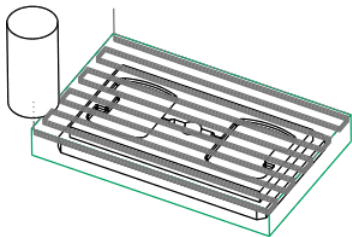
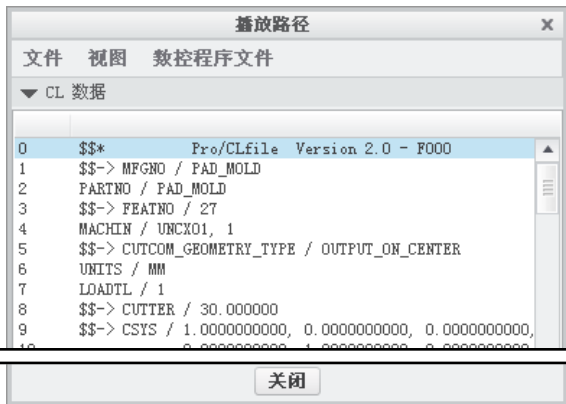

图 10.4.14 刀具的行走路线
图 10.4.15 查看 CL 数据
Step3. 单击“播放路径”对话框中的  按钮, 观测刀具的行走路线, 如图 10.4.14 所示。单击 **CL 数据** 查看生成的 CL 数据, 如图 10.4.15 所示。